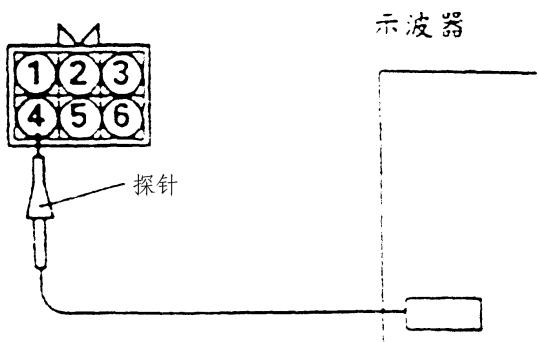

图 3-19 步进电机测量方法
- (1) 拆下步进电机的接头，并连接专用工具（测试线：MD998463）。
- (2) 如图 3-19 所示，将示波器的探针分别接到步进电机侧接头的 1 号端子（专用工具红色夹子）、3 号端子（蓝色夹子）、4 号端子（黑色夹子）以及 6 号端子（黄色夹子）。